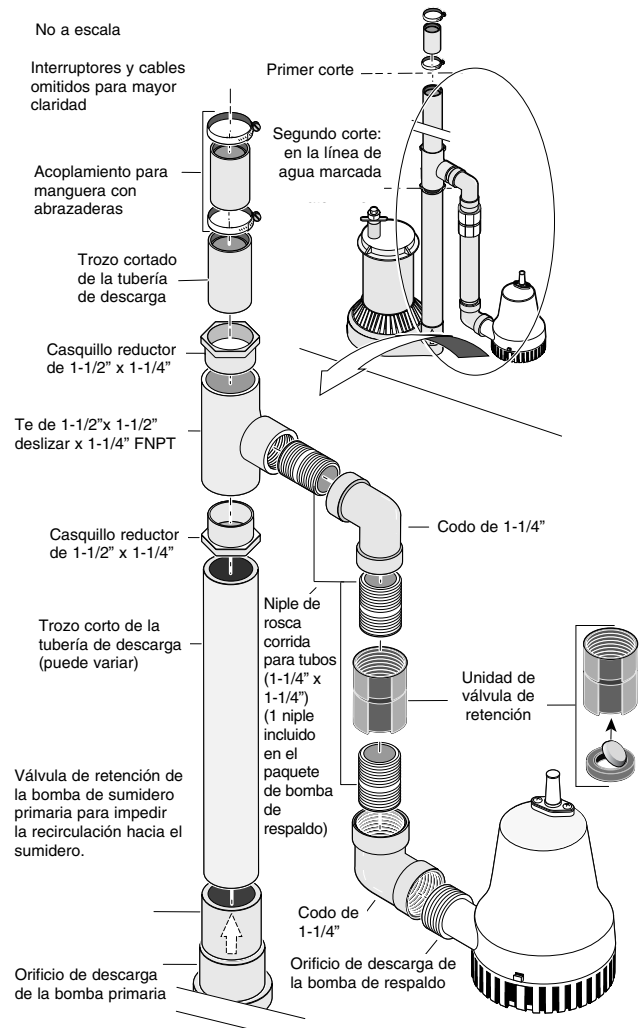

Figura 4 – Diagrama de instalación del Método A
El Método A sugiere una instalación de ambas bombas en el piso del foso del sumidero. Consulte la Figura 4. El diámetro mínimo requerido para el depósito de recogida, en el fondo del foso, y la profundidad recomendada del depósito de recogida es 18".
- Haga el segundo corte en la tubería de descarga en donde se encuentra la marca de lápiz, según se ilustra en la Figura 1, en la página 26 y en la Figura 4, en la página 27. Limpie los extremos del tubo con una toalla de paño y ponga a un lado el trozo cortado de tubería de descarga.